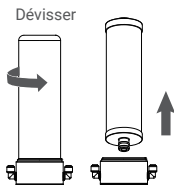

Figure 7
2. Dévissez le boîtier et retirez la vieille cartouche de filtre. (Figure 7)